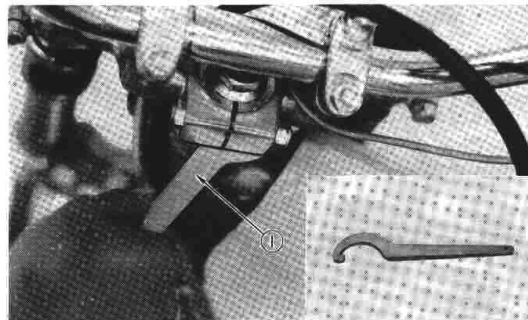

Fig. 2-4-16
d. Using steering nut wrench, adjust steering head fitting nut until steering head is tight without binding when forks are turned. (Fig. 2-4-16)
d. En utilisant une clef à écrou de direction, réglez l'écrou de la tête de direction jusqu'à ce que la tête de direction soit serrée sans coincage quand on tourne les fourches. (Fig. 2-4-16)